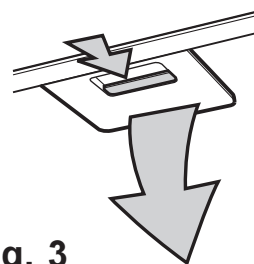

Fig. 3
- Poussez en arrière le dispositif d'arrêt du filtre à graisse métallique puis sortez le filtre vers le bas. **Fig. 3**.